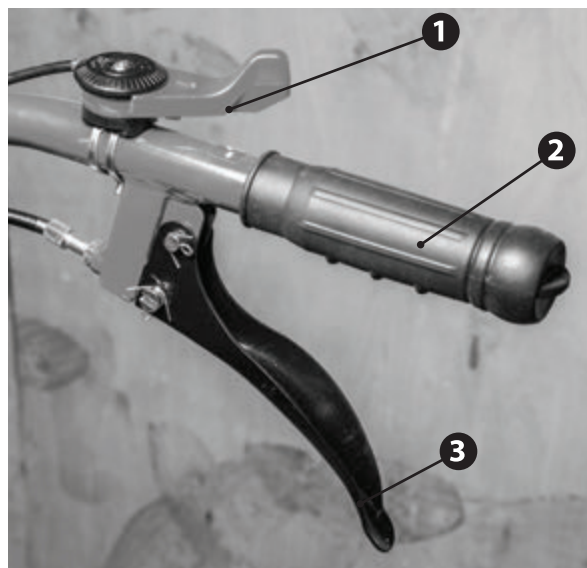

Рис. 13. Правая рабочая рукоятка
1. Исходное положение рычаг переключения передач в нейтральном положении (0).
5. Если рычаг переключения передач не перемещается в желаемое положение, выжмите рычаг сцепления и слегка переместите мотокультиватор, чтобы вернуть передачи в исходное положение. Рычагом газа (Рис. 13.) регулируйте скорость движения мотокультиватора.